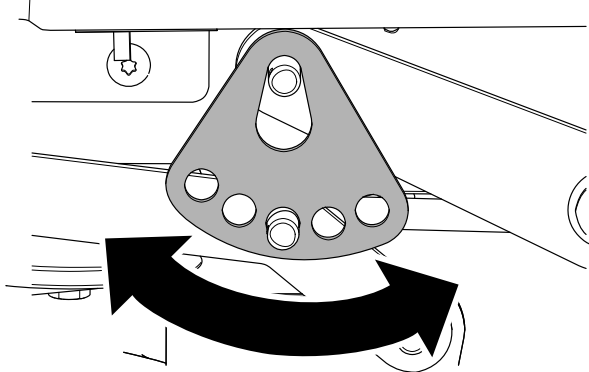

Figura 74
7. Gire la pletina de altura de corte hasta un orificio diferente, de modo que sostenga el peso de la carcasa de corte después de instalar la pletina (Figura 74).
8. Instale la arandela y la chaveta (Figura 74).